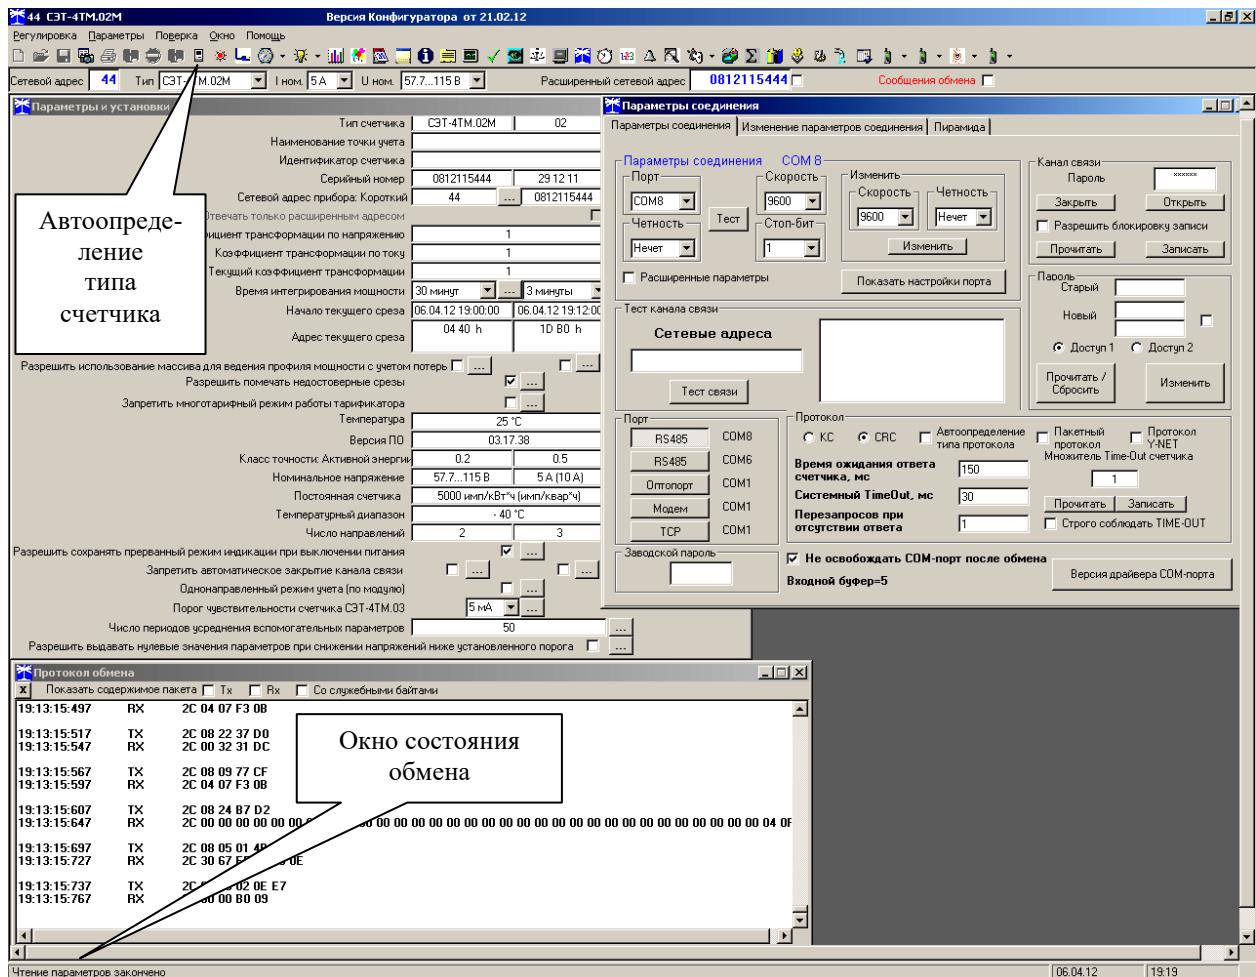

Рисунок 4 - Генеральная форма программы «Конфигуратор СЭТ-4ТМ»
5.2.7.2 Вызов формы производится или из меню «Параметры» или путем нажатия кнопки «Автоопределение типа счетчика», расположенной на панели инструментов генеральной формы (рисунок 4). При этом определяется тип счетчика, заполняются информационные окна «Тип счетчика», «Ином», «Уном» генеральной формы и вызывается форма «Параметры и установки», вид которой приведен на рисунке 6.
5.2.8.7 Счетчик в ответ на запрос с коротким адресом отвечает коротким адресом, а на запрос с расширенным адресом, отвечает расширенным адресом. Для настройки конфигуратора на работу с расширенным адресом необходимо установить флаг рядом с окном «Расширенный сетевой адрес» генеральной формы программы (рисунок 4) или снять этот флаг для работы с коротким адресом.